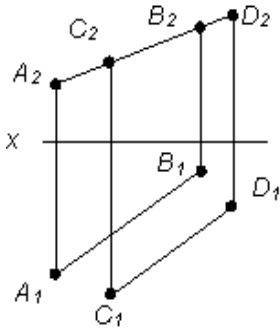

Рис. 1
1. Укажите на каком из чертежей (рис.1) задана плоскость уровня?
2. Укажите, на каком из комплексных чертежей (рис.1) задана проецирующая плоскость?